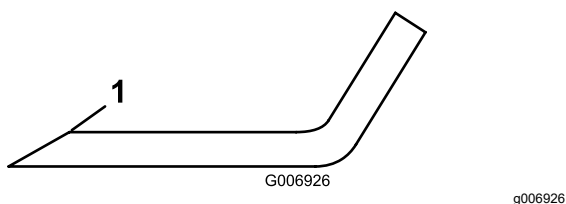

Figura 76
- Inspeccione los filos de corte de todas las cuchillas. Afile los bordes de corte si están romos o tienen mellas; afile únicamente la parte superior del filo y mantenga el ángulo de corte original para asegurar unafilado correcto (Figura 76).